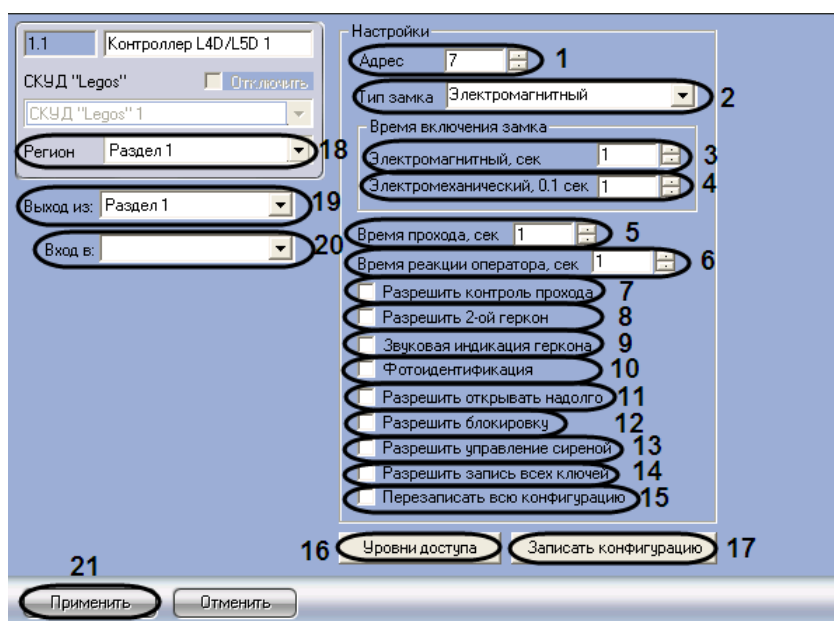

Рис. 3.3—24. Настройка контроллера L4D/L5D
2. В поле **Адрес** ввести с помощью кнопок **вверх-вниз** адрес контроллера L4D/L5D в десятичной системе счисления (см. Рис. 3.3—24, **1**).
3. Из раскрывающегося списка **Тип замка** выбрать тип используемого замка – электромагнитный или электромеханический (см. Рис. 3.3—24, **2**).